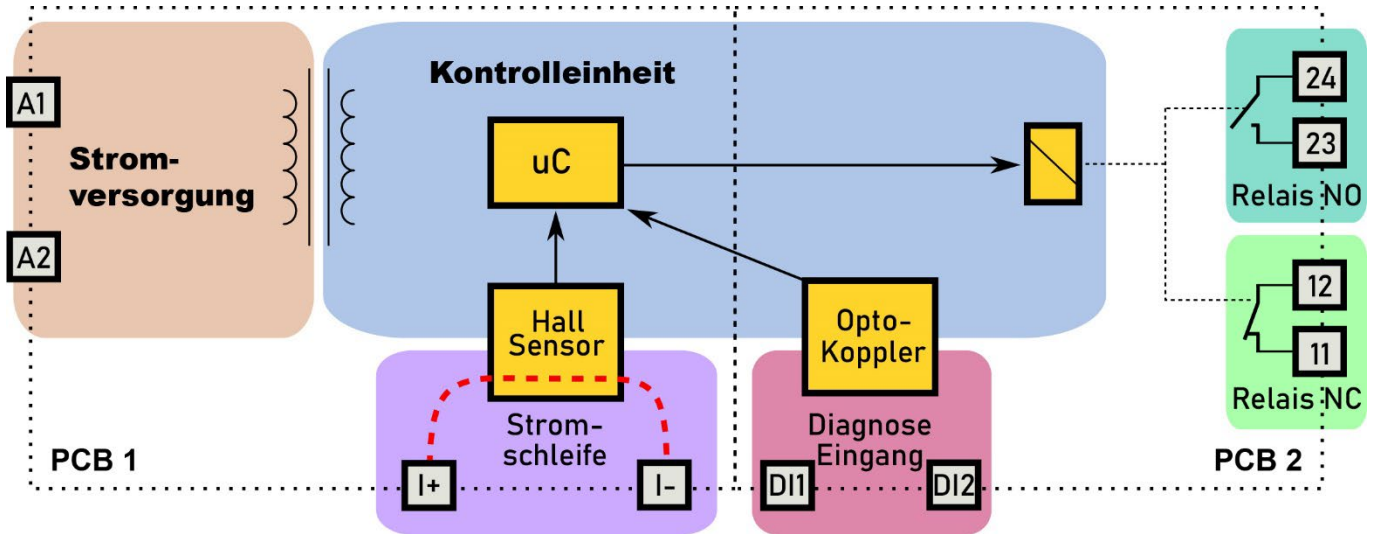

Fig 13 Isolationsdiagramm
6.10 Isolation	(siehe auch Fig. 13)